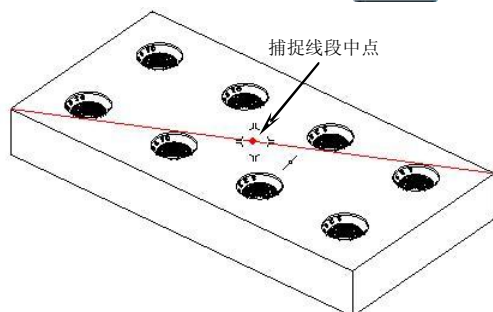
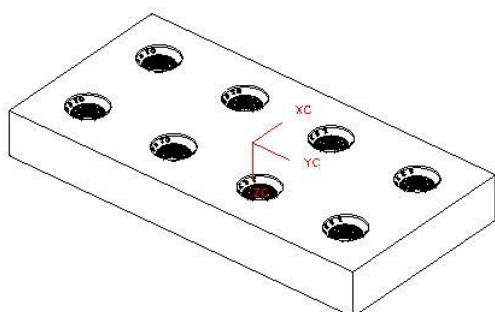

图5-33
图5-34
- 选择型腔，在键盘上按 **Ctrl+T** 组合键弹出【变换】对话框，依次单击 **重置** 和 **至一点** 按钮，弹出【点构造器】对话框，捕捉线段中点，如图 5-33 所示，然后依次单击 **重置**、**确定** 和 **移动** 按钮将型腔移动到坐标系原点，如图 5-34 所示，单击 **取消** 按钮退出【变换】功能。